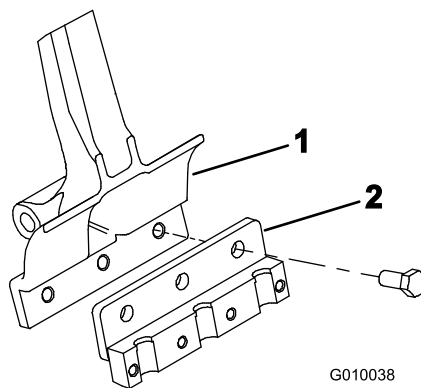

Figura 22
3. Monte un portataladros en cada brazo de taladros (Figura 22) con 3 (1/2" x 1-1/4"). Apriete los pernos a 101,6 N·m.